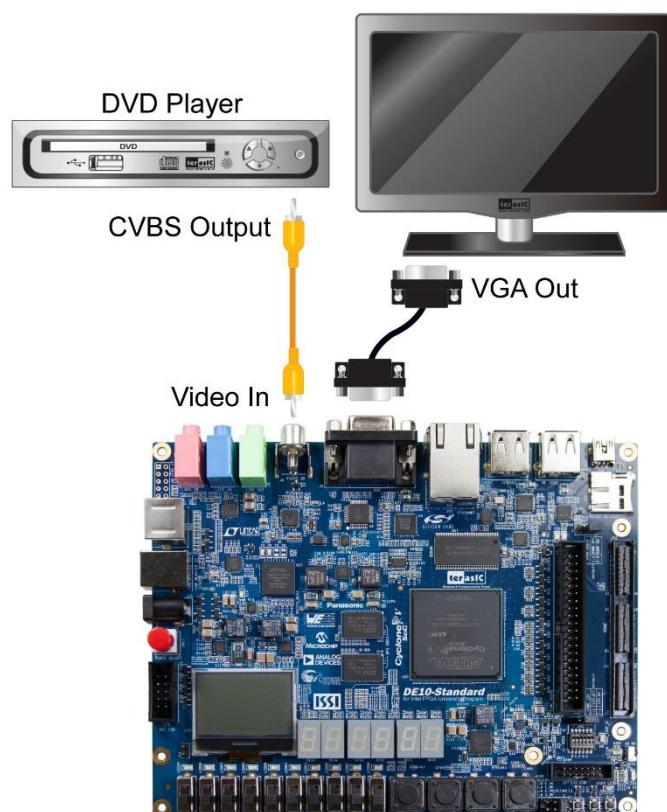

图 5-12 TV 盒 (VIP)示例设置
• 如图5-12所示，将DVD播放器的复合视频输出端（黄色插头）连接到DE10-Standard开发板的Video-in RCA 插孔(J6)。DVD播放器必须配置成NTSC或PAL 格式输出、60Hz刷新率、4:3显示器宽高比和非逐行扫描格式视频。